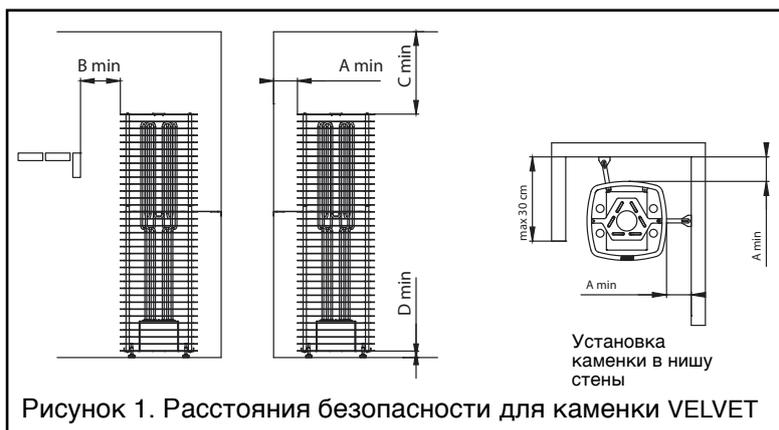

Рисунок 1. Расстояния безопасности для каменки VELVET
**) См. рис.1
- Электрокаменку допускается устанавливать также в нишу стены. См.рисунок 1.